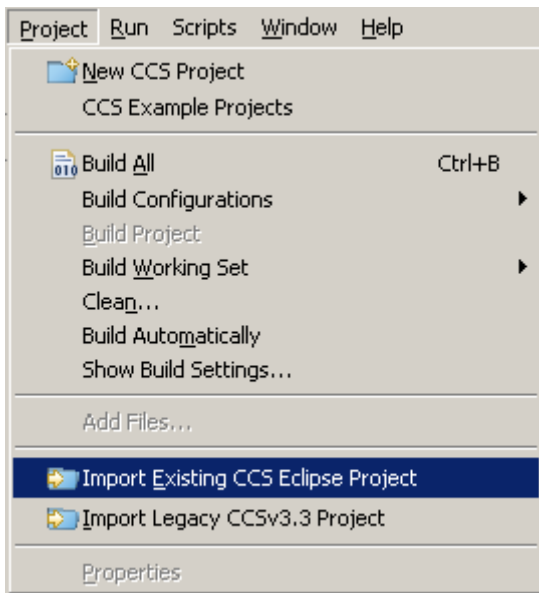

图 1-1-1
3. 选择工具栏[Project]→[Import Existing CCS Eclipse Project]，如图 1-1-1 所示：